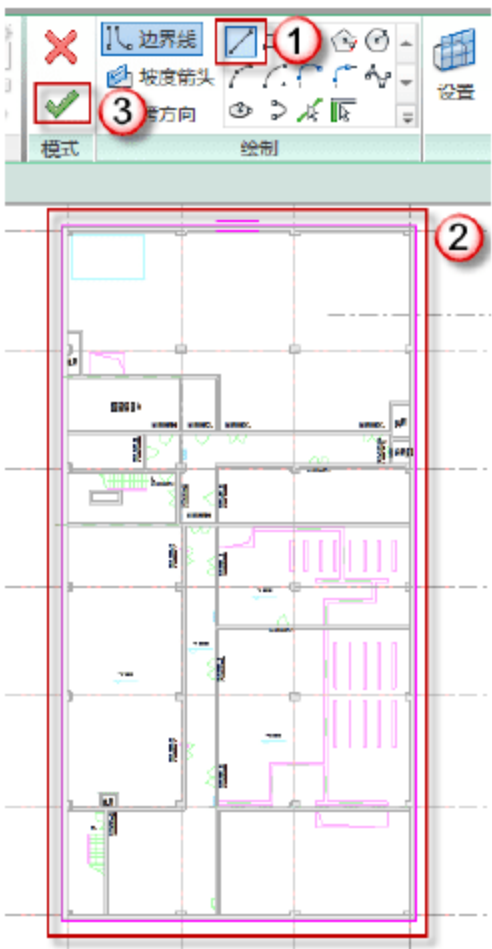

图 9.2.18 绘制“地下室地面”
(16) 绘制“地下室地面”。在“绘制”面板下选择“直线”，在需要绘制的地方绘制地面，然后在上下文关联选项卡中单击√按钮，如图 9.2.18 所示。